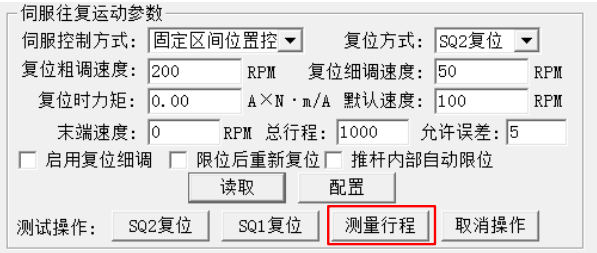

图 5.96 行程测量操作
- 7) 向往复运动测试寄存器 (0x00cf) 写 0x04 进行行程测量操作, 如图 5.96 所示。在学习时, 工作指示灯和故障指标灯将交替闪烁; 电机拖动的装置首先会向起点 (SQ2) 方向移动, 当起点限位触发后, 驱动器便确定了行程起点位置, 此时驱动器将“嘀”的一声短鸣; 接着电机拖动的装置将会向终点 (SQ1) 方向移动, 当终点限位触发后, 驱动器便确定了行程终点位置, 此时驱动器将再次“嘀”的一声短鸣。行程数值将自动写入 0x00c2-0x00c3 寄存器 (行程控制相关的其它寄存器见小节), 电机将停止转动, 行程学习完成。